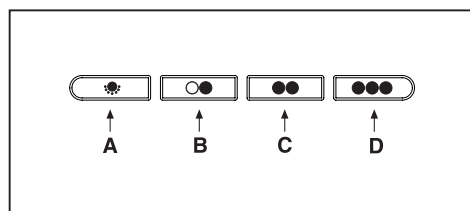

Fig.11
• **Comandi meccanici (Fig.11)** la simbologia è di seguito riportata: